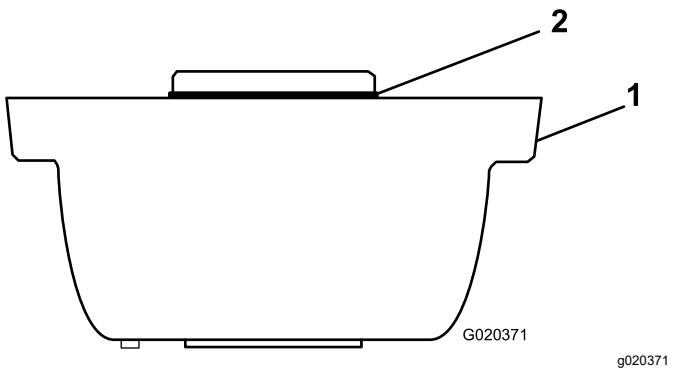

Figura 3
- Asegúrese de que la junta tórica está colocada en el alojamiento del cepillo del rodillo (Figura 3).